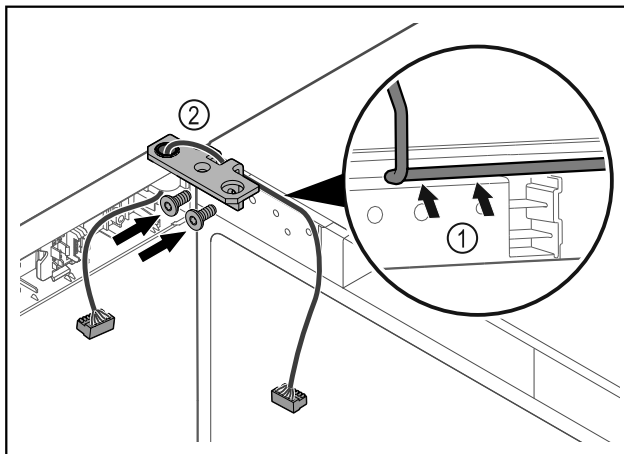

Fig. 43
- Kaloni kabllon përmes së prerës në profilin e menteshës dhe shtrijeni me kujdes Fig. 43 (1).
- Mbërtheni vidat e profilit të menteshës Fig. 43 (2).